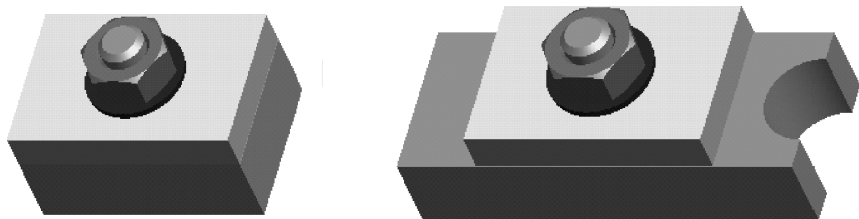

图 9-71 修改装配图中的零件
【例 9-5】修改螺栓装配图中“jian1”的长度尺寸为 100，并在其右端添加一半圆槽，半圆槽的半径为 12，如图 9-71 所示。
(1) 打开文件“……\liti9-5\luoshuan.asm”，模型显示如图 9-71 左图所示。